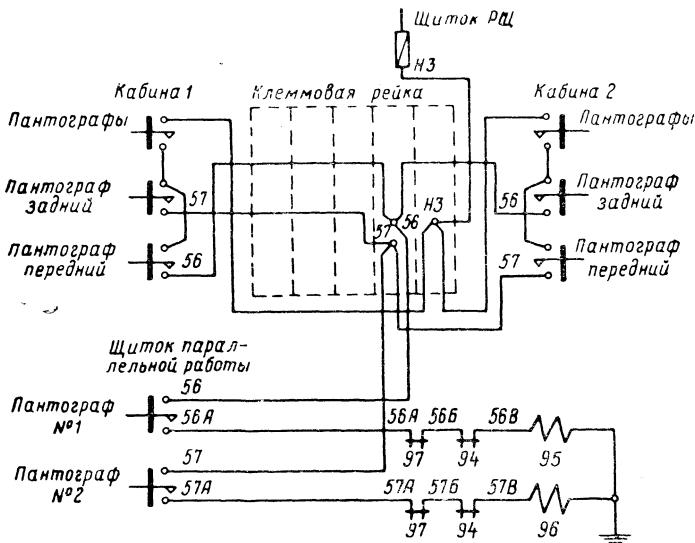
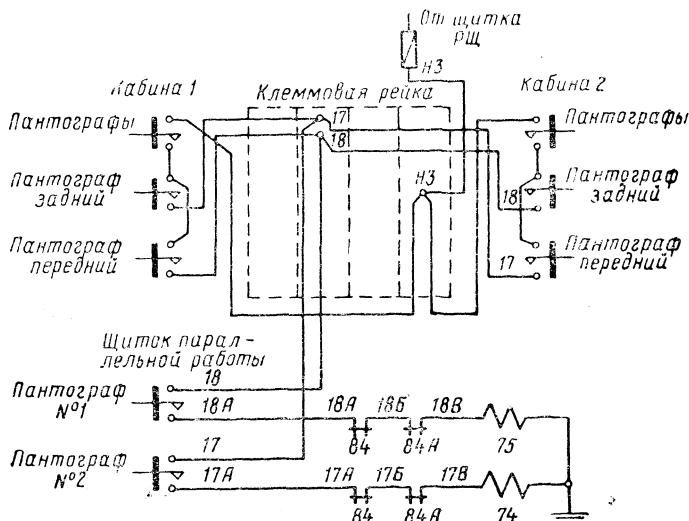

Рис. 8. Полумонтажная схема цепи управления пантографами электровоза с электрическим торможением
Рис. 9. Полумонтажная схема цепи управления пантографами электровоза без электрического торможения
клеммовой рейке с клеммы  $H3$  (рис. 8 и 9) снять все проводники и с помощью контрольной лампы определить поврежденный (при касании к нему проводником контрольной лампы она горит полным накалом), отвести его в сторону и закрепить так, чтобы он не мог коснуться клемм и на конечников проводов клеммовой рейки. Затем отсоединить
Отсутствие напряжения на клемме  $H3$  является признаком повреждения питающего провода  $H3$ . Для дальнейшего следования необходимо на клеммовой рейке соединить проводником соседние клеммы  $H3$  и  $H4$  (на рис. 8 и 9 клемма  $H4$  не показана).
**«Пантограф задний».** Для ведения поезда следует использовать второй пантограф, цепь управления которого исправна. При наличии времени определение места короткого замыкания в поврежденной цепи пантографа производить отсоединением и прозвонкой проводов на клеммах 56 или 57 клеммовой рейки электровоза с рекуперацией (см. рис. 8) и 18 или 17 на электровозе без электрического торможения (см. рис. 9).
Обрыв в цепях управления пантографами. Определение места обрыва удобнее всего производить прозвонкой проводов от клеммовой рейки. Прежде всего с помощью контрольной лампы определить наличие напряжения на клемме Н3 (см. рис. 8 и 9). Отсутствие напряжения на этой клемме указывает на обрыв в проводе Н3, соединяющем предохранитель «Пантографы» на распределительном щитке с клеммой Н3 клеммовой рейки. Для нормальной работы цепи управления пантографами необходимо на клеммовой рейке соединить клеммы Н3 и Н4 перемычкой неизолированного провода.